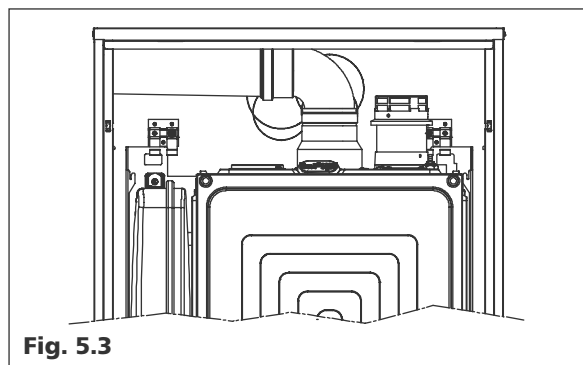

Fig. 5.3
**Mynute Green BOX****Installazione forzata aperta (B23P-B53P) (Fig. 5.3)**